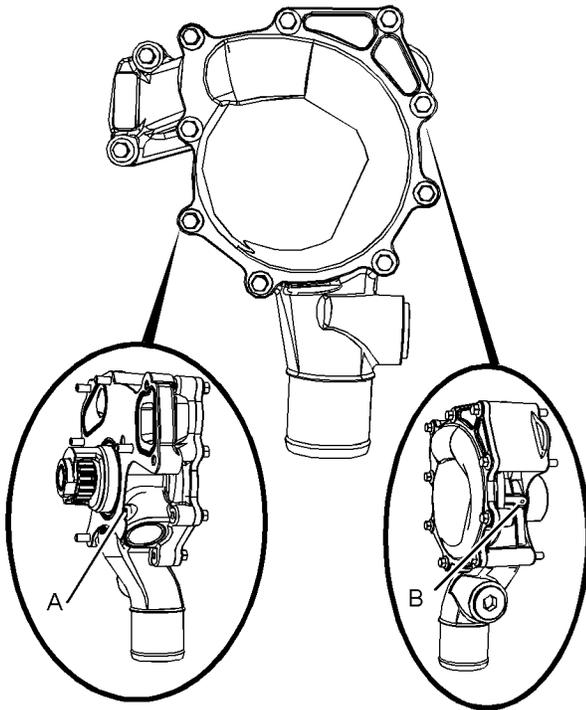

Abbildung 113
**Anmerkung:** Die Wasserpumpendichtungen werden durch das Kühlmittel im Kühlsystem geschmiert. Eine geringe Leckage ist normal. Siehe Abbildung 113 für Details zur Position der Ablauf- und Entlüftungsöffnung.